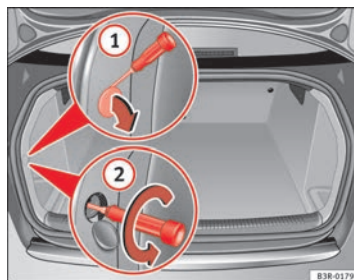
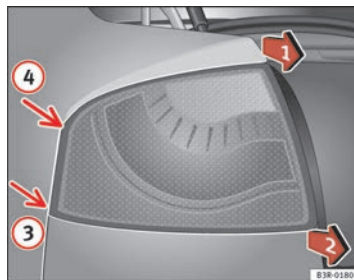

Abb. 210 Gepäckraum: Lage der Befestigungsschraube für Heckleuchte
Abb. 211 Ausbau der Heckleuchte im Seitenteil ▶
- Hebeln Sie die Abdeckung an der Aussparung ⇒ Seite 283, Abb. 210 ① mit dem Schraubendreher ab.
- Lösen Sie die dahinterliegende Schraube mit dem Schraubendreher (Pfeile) ②.
⇒ Seite 283, Abb. 211 Position ① und ②, bis diese sich aus der Aufnahme (Positionen ③ und ④) löst.